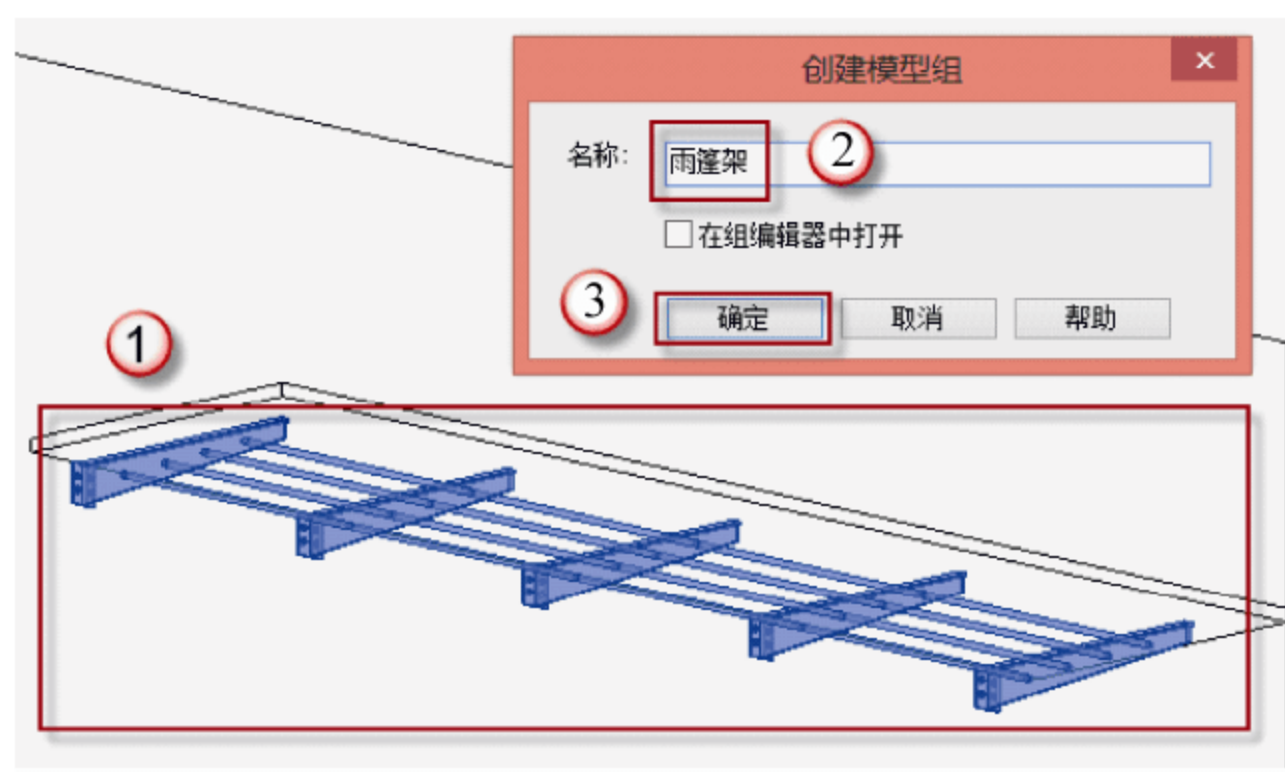

图 8.1.27 创建组
(1) 选中雨篷架（即骨架和连接构件）图元，在上下文关联选项卡中选择“创建组”命令，在弹出的对话框中命名为“雨篷架”的组，并单击“确定”按钮，如图 8.1.27 所示。